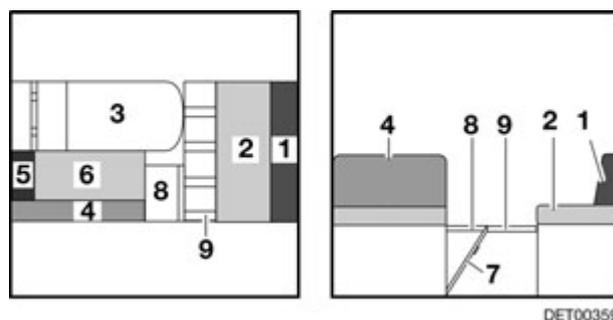

Fig. 105 Pendant la transformation
- Rabattre la rallonge de la banquette (Fig. 105,8) vers le haut et enclencher avec le rabat.
- Sortir le sommier à lattes (Fig. 105,9).